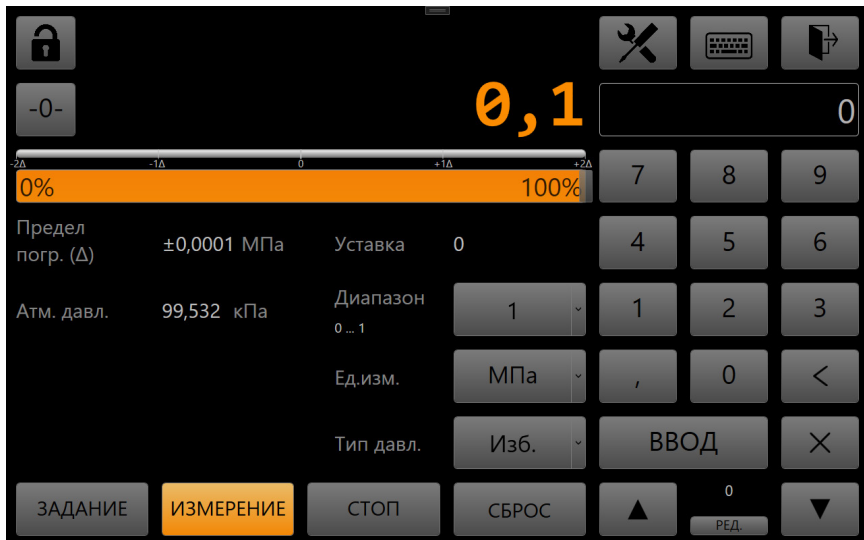

Рис. 10. Режим измерения давления
7.6.1 Режим измерения включает-ся кнопкой **Измерение** на главном экране (Рис. 10). Далее на главном экране следует выбрать режим *абсолютное/избыточное* давление, *единицы измерения, датчик (Авто, 1, 2, 3)*. Если выбран датчик **Авто**, калибратор будет выводить значение давления датчика, в диапазон которого попадает измеренное давление. Датчики с низким диапазоном отсекаются клапанами. При выборе конкретного датчика давление будет выводиться с него. Перечеркнутое значение давления означает, что выбранный датчик в данный момент отсечен от измеряемого объема клапаном, в связи с тем, что текущее давление превышает ВПИ выбранного датчика. Рекомендуется увеличивать давление плавно при подходе к ВПИ выбранного датчика или в режиме Авто.